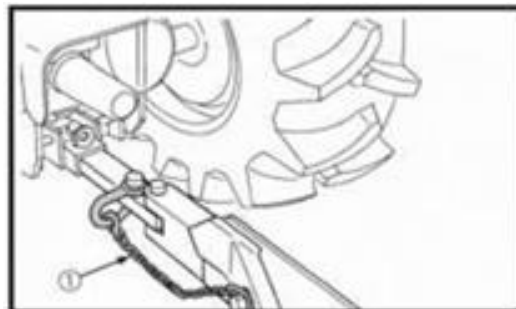

Fig. 131 - CHAÎNE DE SÉCURITÉ
- À l'aide d'adaptateurs appropriés, fixez la chaîne sur le support de la barre d'attelage du tracteur. Prévoyez juste assez de mou pour faciliter les virages (fig. 131).